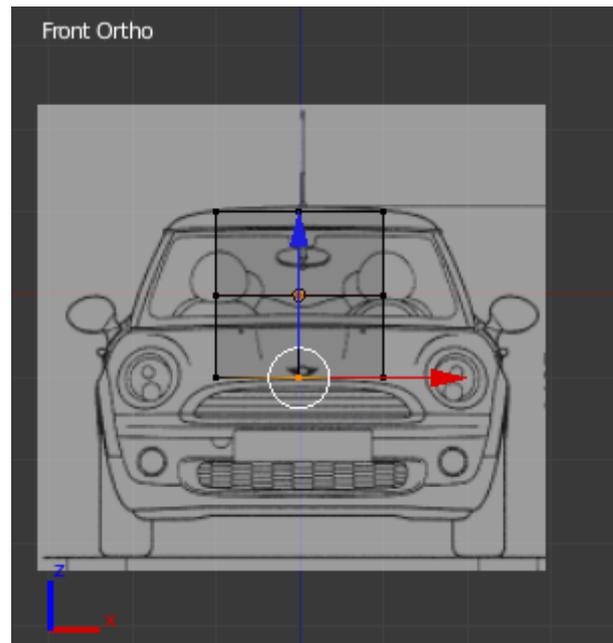

Figura 4.5
6. Pressione de novo Add Image, Not Set e Open. Selecciono o ficheiro com a imagem frontal do carro. No menu Axis selecciono Front. Figura 4.5.